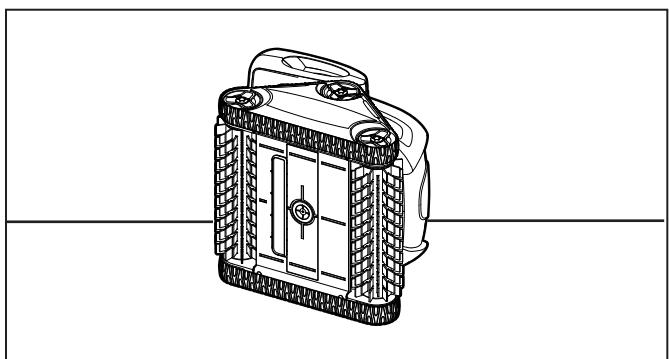

**Figura 28. Corte las trabillas**
5. Use tijeras para cortar las trabillas, de modo que no queden más altas que las puntas (vea la figura 28).